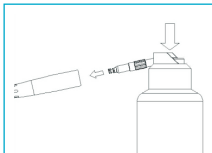

Fig. 9-2
- Use el lubricante especificado para el dispositivo médico para limpiar y lubricar el sistema de sujeción: conecte la tobera de color negro (suministrada con el dispositivo médico) al tubo del bote de aerosol y después insértela en el sistema de sujeción (Fig. 9-2), pulverice durante 2 o 3 segundos hasta que salga el lubricante del cabezal.